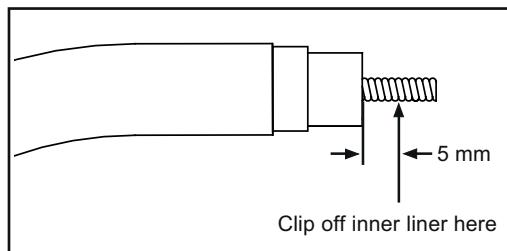

图3
- 5** 剪掉枪头处的导丝管(+5mm处)(图3), 不要把导丝管留太短